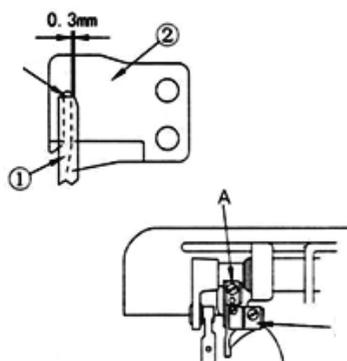

FIG. 30
2. A relação entre faca fixa e faca móvel (Fig.30)